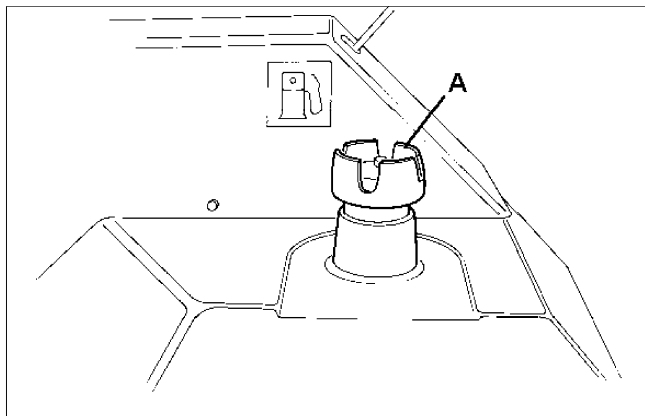
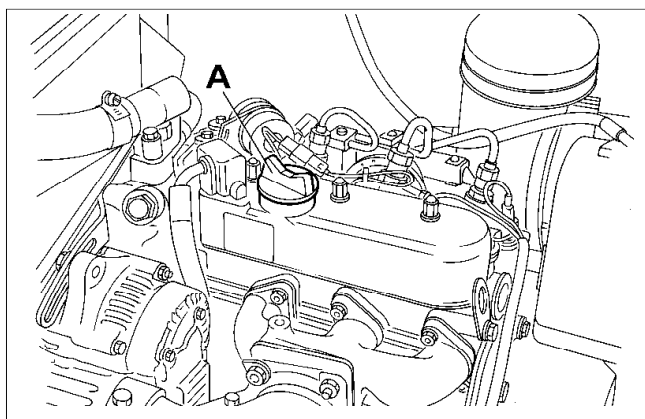
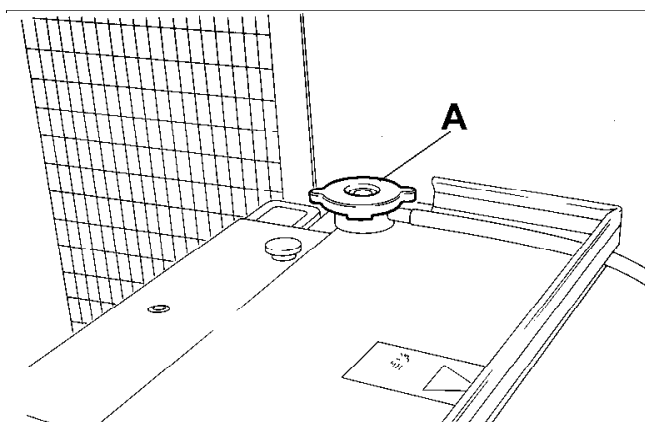
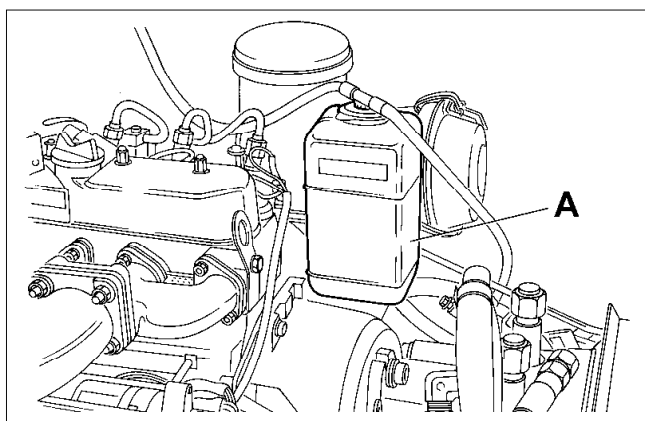

Fig.12
Fig.13
Fig.14
Fig.15
Before starting the engine it will be necessary to fill the fuel tank (A Fig.12) with Diesel fuel, fill the engine sump through the filler (A Fig.13) with oil and fill the radiator (A Fig.14) and expansion bottle (A Fig.15) with a 50% antifreeze solution.
- Fill fuel tank (A Fig.12) with Diesel fuel No. 2-D (ASTM D975) .
- Fill the engine sump with oil to API classification CC/CD/CE grade through the filler (A Fig.13) (see also chart on page 14).
Fill the radiator (A Fig.14) and half fill the expansion tank (A Fig.15) with a 50% antifreeze solution. Capacity 4.26 litres (7.5 imp pints) (9.0 US pints)
Voor het starten moet de brandstoftank met dieselolie worden gevuld (A afb.12). Vul het carter met olie via de vuldop (A afb.13) en vul de radiator (A afb.14) en de compensatietank (A afb.15) met 50% antivriesoplossing.
- (a) Vul de brandstoftank (A afb.12) met dieselolie nr. 2-D (ASTM D975).
- (a) Het carter van de motor via de vuldop (A afb.13) vullen met olie conform API classificatie graad CC/CD/CE (zie tevens tabel op pagina 14).
Vul de radiator (A afb. 14) en vul de compensatietank (A afb.15) halverwege met 50% antivriesoplossing. Inhoud 4,26 liter.
Il faudra remplir le réservoir d'essence (Fig. 12 "A") avec du diesel avant de mettre le moteur en marche. Remplir le carter par le remplisseur (Fig. 13 "A") avec de l'huile et remplir le radiateur (Fig. 14 "A") et la bouteille d'expansion (Fig. 15 "A") avec une solution de 50 % d'antigel.
- (a) Remplir le réservoir de carburant (Fig. 12 "A") avec du diesel No. 2-D (ASTM D975).
- (a) Remplir le carter moteur avec de l'huile de classe API et de viscosité CC/CD/CE par le remplisseur (Fig. 13 "A") (voir aussi le tableau, page 14).
Remplir le radiateur (Fig. 14 "A") et remplir à moitié la bouteille d'expansion (Fig. 15 "A") avec une solution de 50 % d'antigel. Capacité : 4,26 litres.